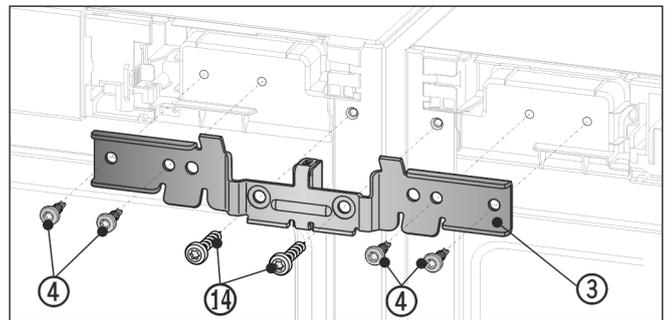

Fig. 12
- ▶ 使用间隔垫片将角 Fig. 12 (3) 推入设备和销钉上。使用四颗螺栓 Fig. 12 (4) 连同先前旋出的地脚螺栓 Fig. 12 (14) 左右交替旋松角。